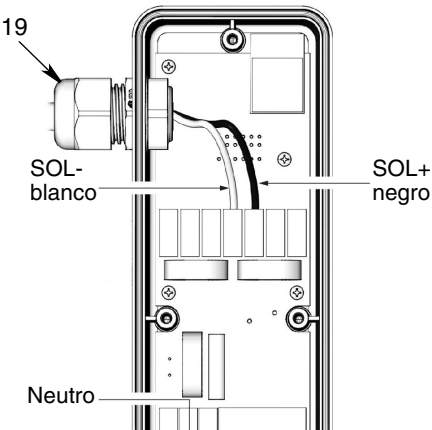

FIG. 5
6. Dentro del alojamiento del sistema electrónico del PAC (2), desconecte los cables neutro (blanco) y de línea (negro) de los cables SOL - (blanco) y SOL + (negro) del bloque de terminales (FIG. 5).
7. Afloje la presilla del cable (19) y retire completamente el cable (FIG. 5).